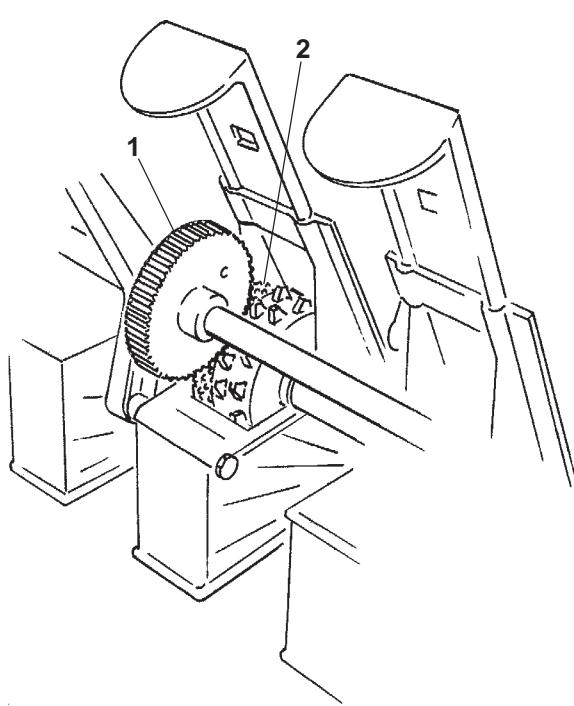

Рис. 13.17
- Зубцы приводной шестерни (Рис. 13.17/1) и высевающие катушки технической колеи для мелкосемянных культур (Рис. 13.17/2) приведите в рабочее положение. Приводную шестерню закрепите на промежуточном вале.